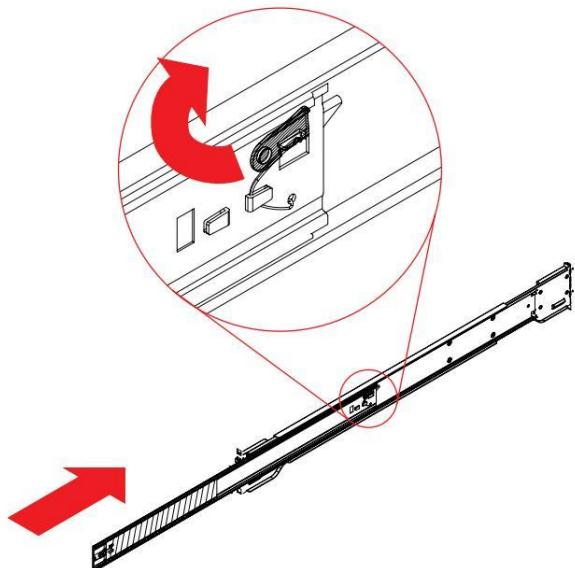

Рисунок 133 – Фиксирующий стопор
2. Отпустите фиксирующий стопор (см. Рисунок 133) и сдвиньте средний рельс внутрь, чтобы его убрать.